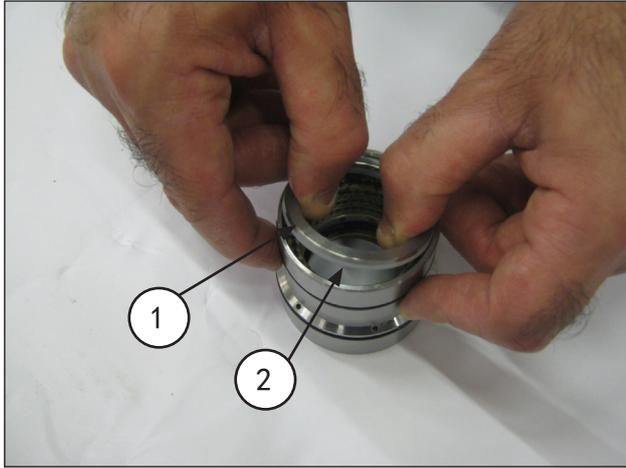
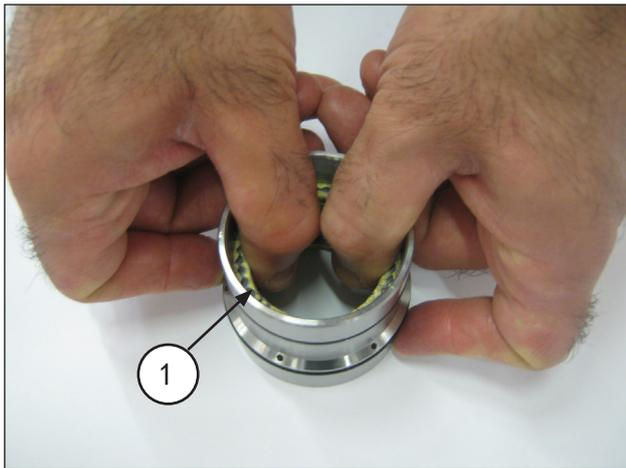

图 31
图 32
将密封圈支架与护套分开，取下弹簧环和刮环（部件号①，图 31），以便进入压力密封（部件号②，图 32）。